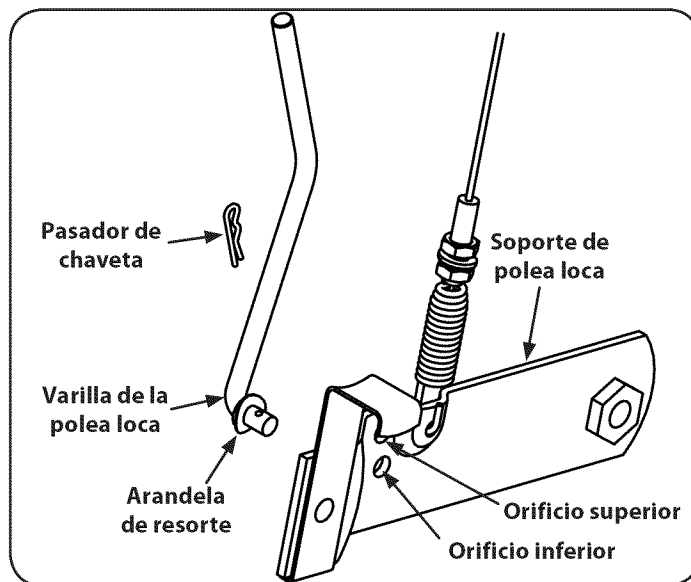

Figura 10
5. Retire el pasador de chaveta y la arandela de resorte de la varilla de la polea loca. Vea la Figura 10.
5. Mueva la palanca de control del regulador a la posición START/RUN (representado por una liebre).  Vea la Figura 10. Presione el botón del arrancador para arrancar el motor.